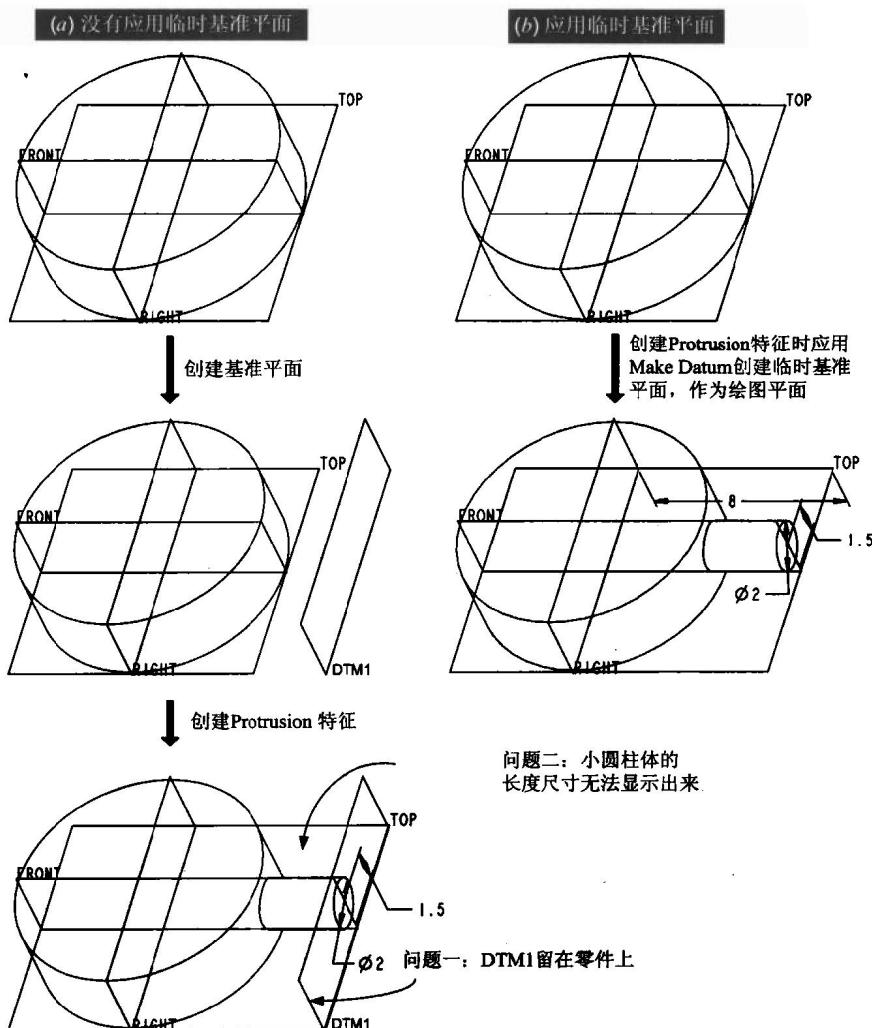

图1.2
例如在图 1.2(a)，欲创建一个小圆柱体时，先创建了一个基准平面的特征，再利用此基准平面作为绘图平面来创建小圆柱体，则此方式将产生下列的问题：
- 多了一个基准平面(如图 1.2 左侧所示的 DTM1)。
- 以命令 Modify(修改)选取小圆柱体(即图中的 Protrusion 特征)，进行尺寸数值修改时，小圆柱体的长度尺寸 8 无法显现出来，这是因为小圆柱体的长度尺寸由基准平面(如图 1.2 左侧所示的 DTM1)所控制，而非由小圆柱体所控制。详细的零件创建过程参照笔者所著《Pro/ENGINEER 2001 零件设计基础篇(上)》第 6 章。
上述的两个问题都可由“临时基准平面”所解决，如图 1.2(b)所示。